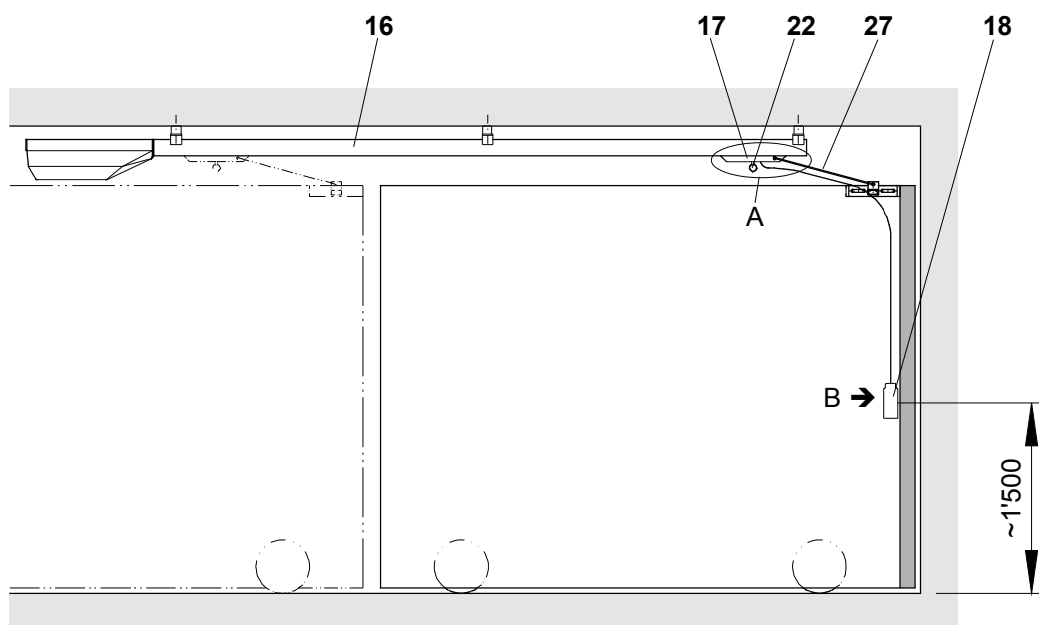
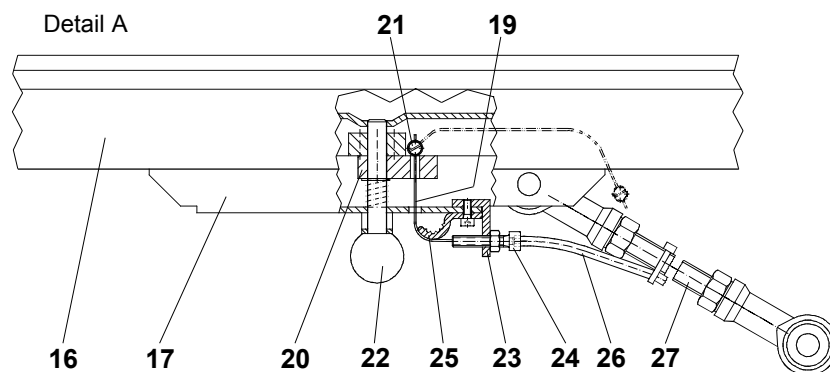

Fig. 8
Fig. 9
- Soulever la tête d'entraînement (10) et la fixer sans trop serrer contre les équerres de fixation arrière (15), en utilisant le trou de fixation (13)
- Cette option est utilisée dans des cas où le bouton rouge (22) sur le coulisseau (17) dans le profil de guidage en aluminium (16) est difficilement accessible (p.ex. parce qu'il est trop haut). Fig. 8
- Déterminer l'emplacement du levier d'actionnement (18) de façon à ce qu'il
- A l'aide du matériel de fixation compris dans la livraison, visser le levier d'actionnement (18) sur la porte. Fig. 8
- Enfiler le câble en acier (19) dans le trou percé dans le coulisseau (17) et celui dans la pièce de guidage (20). Saisir l'extrémité du câble et monter le raccord fileté (21). Fig. 9
- Retirer le câble en acier (19) jusqu'à ce que le bouton rouge (22) bouge.
- Monter l'équerre (23) avec la vis percée (24) et le guidage du câble (25).
- Conduire la gaine du câble Bowden (26) le long de la tringle (27), par voie directe et sans la plier, jusqu'à la vis percée (24) du levier d'actionnement (18). Fig. 8, Fig. 10
- Pousser le câble en acier (19) à travers la gaine du câble Bowden (26) jusqu'à la vis percée (24) et l'axe (28).